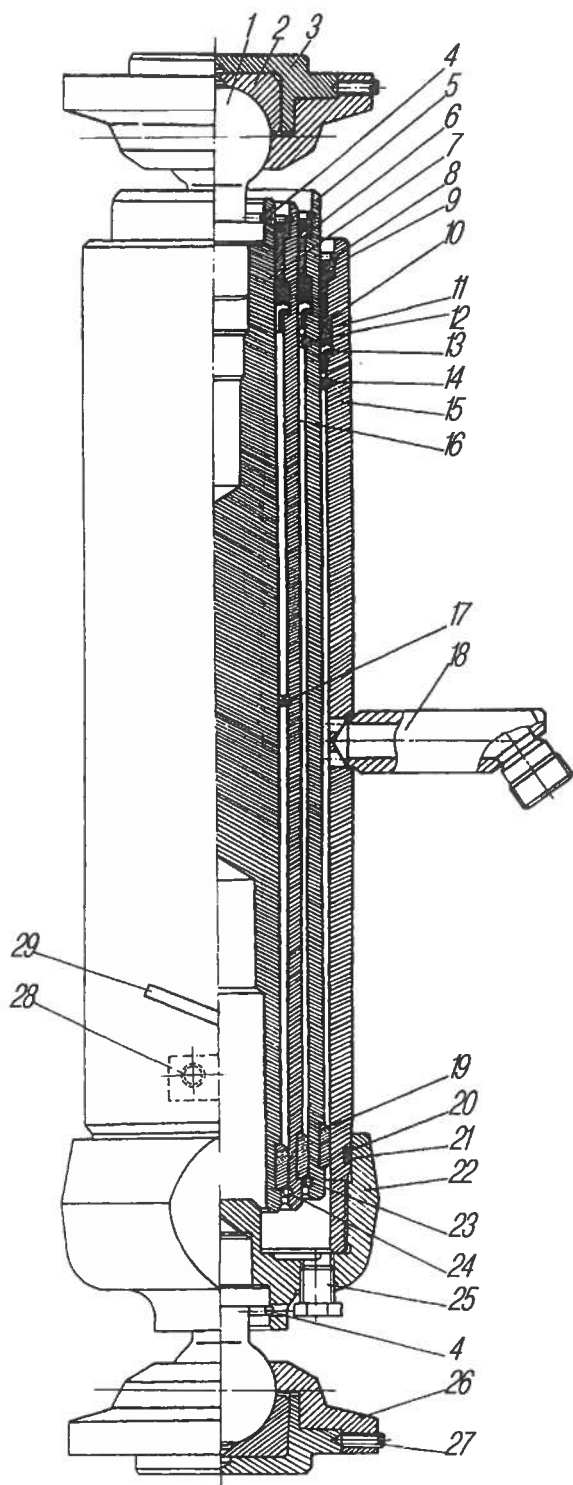

Рис. 117. Гидроцилиндр подъема платформы автомобиля Урал-5557-40:
**Гидроцилиндр подъема платформы автомобилей Урал-5557-40** — телескопический. В корпусе 15 (рис. 117) гидроцилиндра размещены выдвижные звенья (плунжеры) 5, 7 и 16, ход которых ограничивается при выдвижении упорными кольцами 12, 14, 17, а при движении вниз — упорными кольцами 23 и 24. Направление выдвижных звеньев обеспечивается чугунными направляющими полукольцами 19 и направляющими 6, которые удерживаются стопорными кольцами 8.
При необходимости замены уплотнительных манжет гидроцилиндра подъема платформы необходимо отвернуть пробку 25 (см.рис. 117) в днище цилиндра и слить масло, снять гидроцилиндр с автомобиля, снять верхнюю шаровую опору, вынув стопорящее ее кольцо 4. Отвернуть днище 22 гидроцилиндра и осторожно извлечь из корпуса выдвигные звенья.